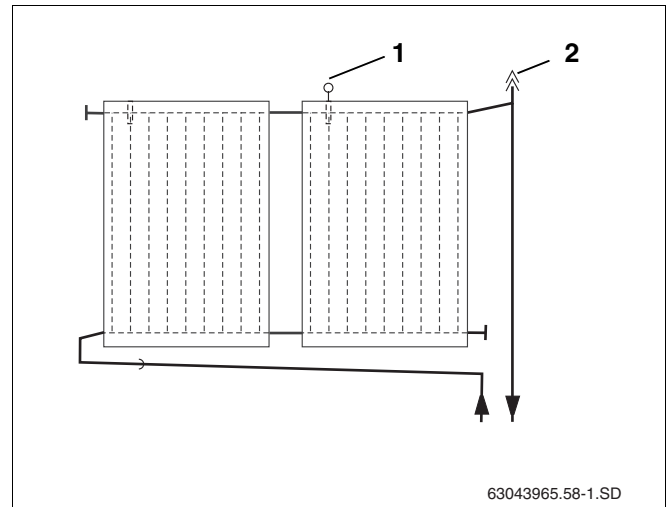

Fig. 57 Vista del acumulador de aire con purgador para la conexión de impulsión
Si se desea purgar el equipo solar con un purgador automático (accesorio) en el punto más alto del equipo, es necesario colocar la tubería de impulsión con pendiente hacia el purgador (fig. 57, **pos. 2**) y la tubería de retorno con pendiente hacia el campo de colectores (fig. 57).